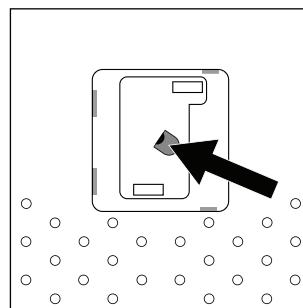

Fig. 2
3. Lentila senzorului de particule este în stânga (a se vedea fig. 2). Curățați lentila cu un betișor cu vată uscat sau cu o lavetă moale, uscată.
4. Așezați capacul **⑪** înapoi în orificiile corespunzătoare din carcăsa **⑩**. Apăsați capacul **⑪** în orificiu până când capacul **⑪** se fixează cu un zgomot în carcăsa **⑥**.